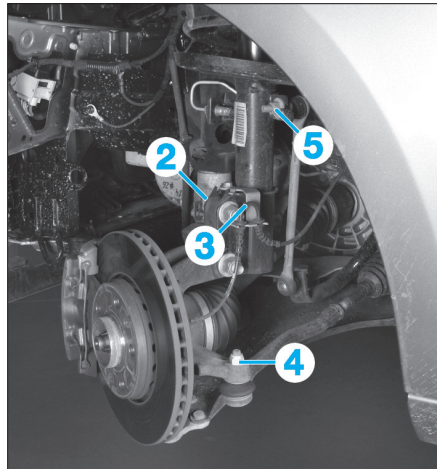

FIG. 6
- Dégraisser le flexible de frein (2) et le câblage ABS (3) du support (Fig.6).
- la rotule de direction du pivot (4),
- l'écrou supérieur de la biellette (5) de barre stabilisatrice du pied d'amortisseur.